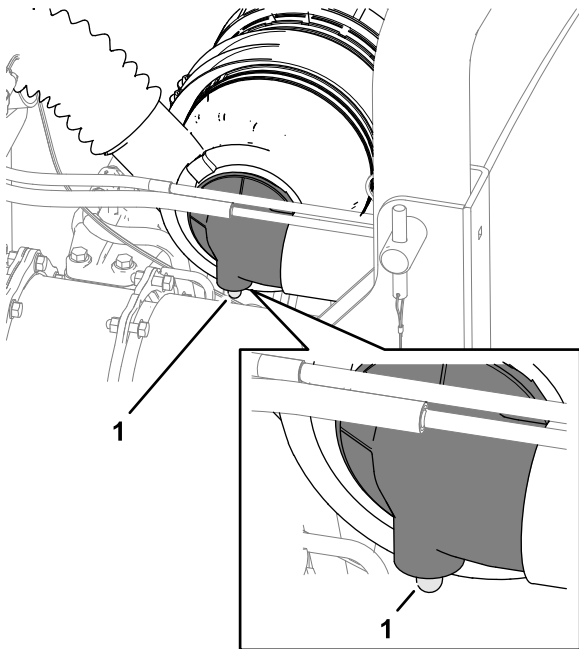

Figure 51
2. Contrôlez l'indicateur de colmatage du filtre (Figure 51).
Remarque: Faites l'entretien du préfiltre si l'indicateur de colmatage (Figure 51) est rouge. Le remplacement fréquent du filtre à air accroît le risque de contamination du moteur par des impuretés quand le filtre est déposé.